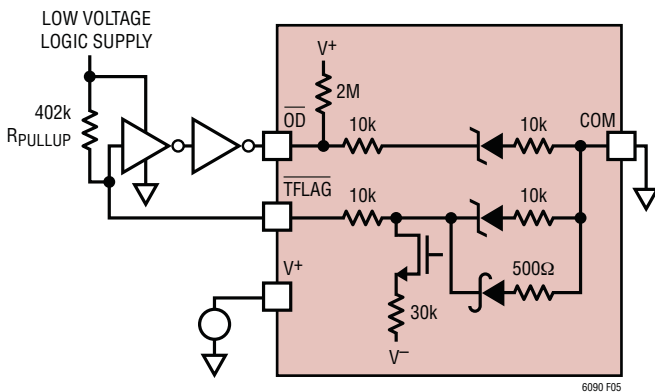

图 5：采用 TFLAG 引脚的自动热输出停用
- 在 COM 引脚接地、但 V^- 电源处于地电位的 $0V$ 和 $-3V$ 之间的场合中，必须使用一个逻辑缓冲器以强制 $\overline{OD}$ 至一个逻辑低电平，如图 5 所示。图 5 中的上拉电阻器 (R_{PULLUP}) 必须选择得足够大以保证逻辑缓冲器具有一个逻辑低电平。对于大多数 CMOS 放大器而言，这需要至少 $402k$ 的上拉电阻。或者，倘若 COM 引脚浮置也可以不需要逻辑缓冲器。当 COM 浮置时，可简单地将 $\overline{OD}$ 直接连接至 $\overline{TFLAG}$ 以实现正确的热停机运作。